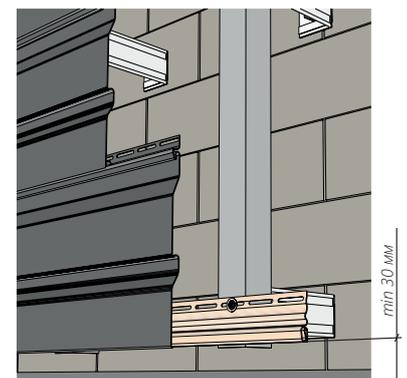

Рисунок 73
- 16.3** Если на фасаде здания не монтируется цокольная часть и отмостка находится в нулевой плоскости, нижняя часть стартовой планки должна находиться минимум в 30 мм от отмостки. Это обеспечит доступ воздуха в подфасадное пространство и обезопасит смонтированный фасадный материал от последствий при пучениях грунта в зимний период (рис. 73).